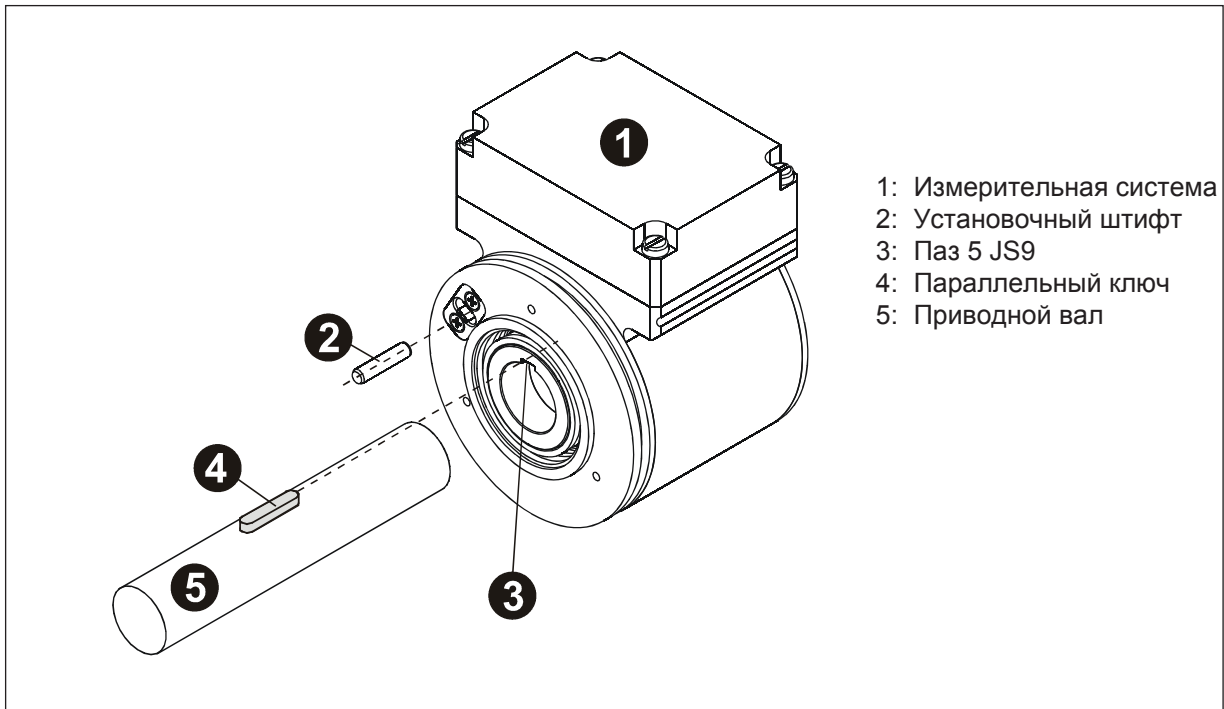

Рисунок 4: Закрепление формы
- Радиальное скольжение измерительной системы на приводном валу должно предотвращаться путем закрытия формы с использованием параллельного ключа/паза; измерительная система должна фиксироваться на стороне привода с помощью установочного штифта, см. рис. 4.